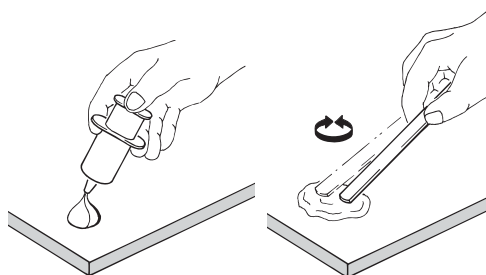

図 3-5-3
- [3] 液式の場合、接着剤を良く混ぜてください (図 3-5-3)。